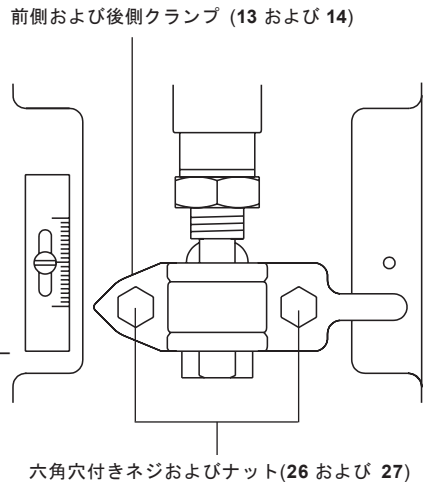

図. 5
- スピンドルを半開の位置に持ってくるために必要な圧搾空気圧力を加えます (図5)。アクチュエーターヨークをバルブの上に置き、マウンティングナットを手で締めます。
- アクチュエーター底部に設定空気圧力を加え、コネクタ (10) がバルブアダプター(11)に接触するように調整し、ロックナット(25)を締めます。
- 制御空気信号を慎重に解除してください。図 5 に示すように、前側と後側のクランプ (13 および 14) を取り付けます。
- 図5に示すように、前側と後側のクランプ(13および14)を取り付けます。